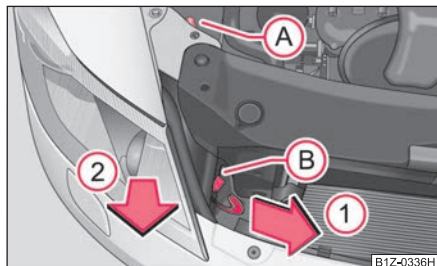

Fig. 241 Farurile din față:
- Deșurubați piulița din plastic (A) ⇒ fig. 241.
- Trageți siguranța (B) în sus.
- Trageți maneta de siguranță a farului până la limită în sensul săgeții (1).
- Întrerupeți alimentarea cu curent și scoateți farul cu atenție în sensul săgeții (2).